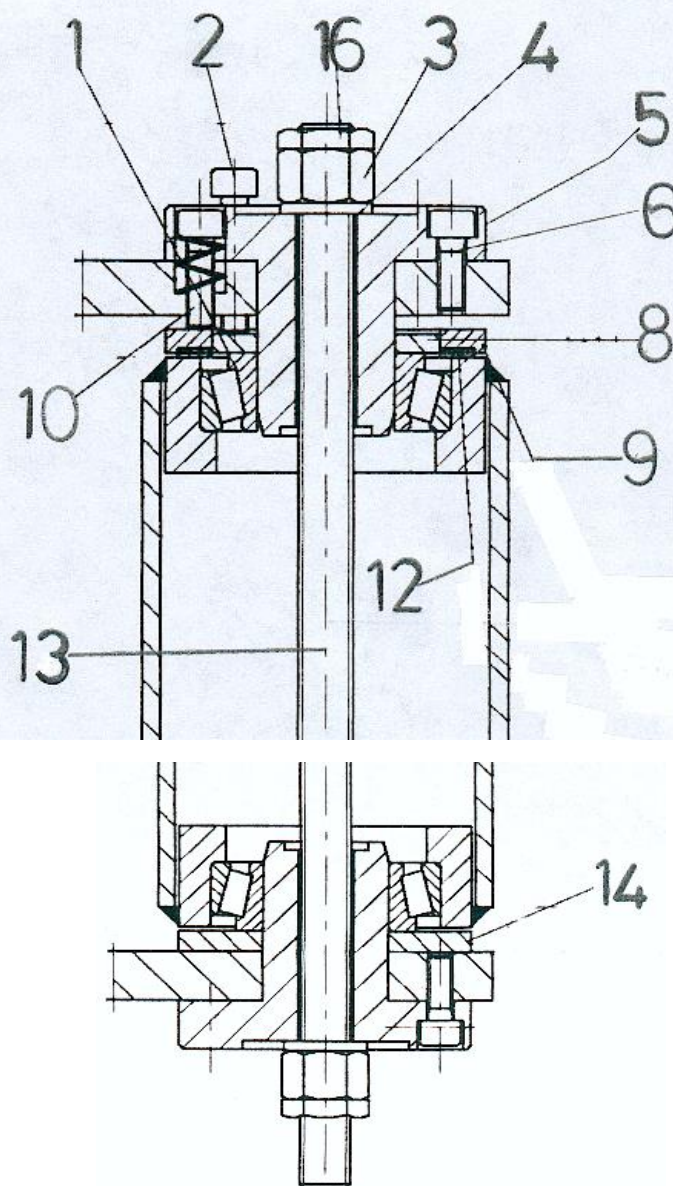

Fig.38
2. Acercar el semibrazo a las placas (de la ménsula o de la columna) posicionar en la parte superior del manguito el cojinete **1** el disco registro cojinete superior **8** y el disco de ajuste de la fricción **9** con el disco fricción **12** (encolado) dirigido hacia el manguito, predisponiendo, contemporáneamente, también el alojamiento del cojinete y del disco registro cojinete inferior **14** en la parte inferior (fig.38).